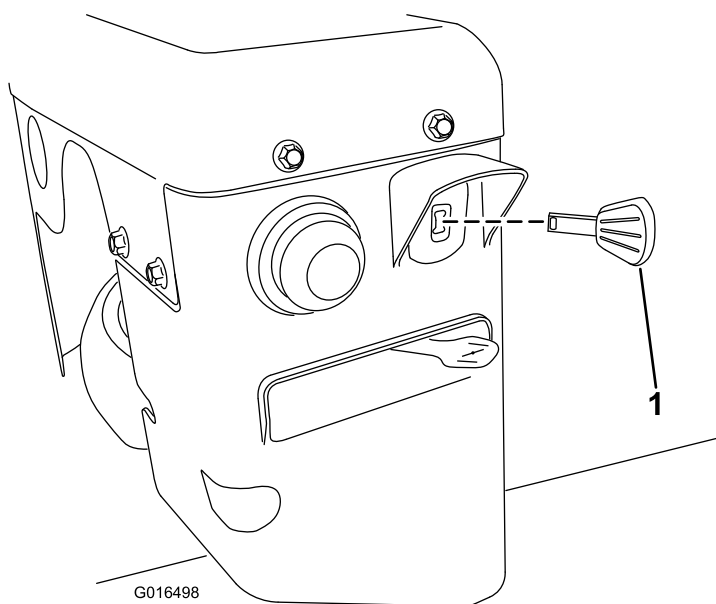

Figura 25
3. Inserite a fondo la chiave di accensione (Figura 25).